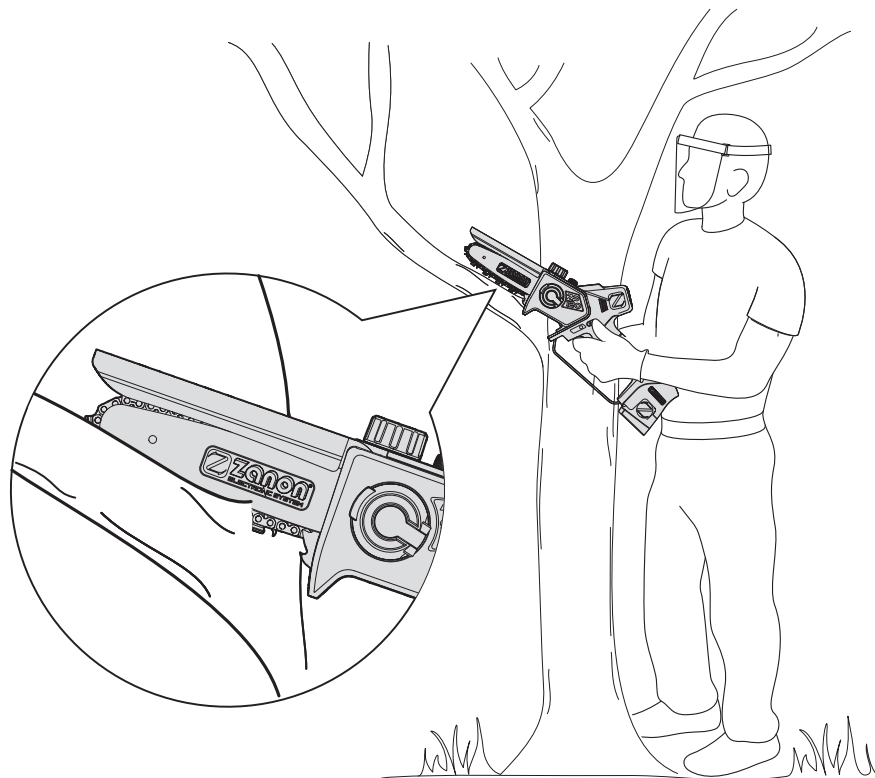

Fig. 5
- **Non segare con la punta della lama.** Per il taglio utilizzare preferibilmente la parte inferiore della lama (**fig. 5**); questo assicura il massimo controllo dell'attrezzo.